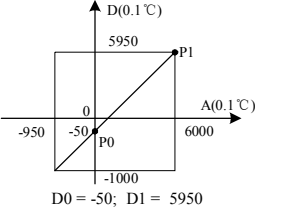

图 4-3 特性更改举例
- 若实际使用时 IVC-EH-4PT 测量值偏高 5℃（41°F）时，通过设定特性调整的两点 P0(0,-50)，P1(6000,5950)可消除误差，参见图 4-3 实例。
如下例所示，IVC-EH-4PT 连接在扩展模块的 0 号位置，使用第 1 通道接入 Pt100 型热电阻输出摄氏度温度，第 2 通道接入 Cu100 型热电阻输出摄氏度温度，第 3 通道接入 Cu50 型热电阻输出华氏度温度，关闭第 4 通道，平均值点数设为 4，并且用数据寄存器 D1、D3、D5 接收平均值转换结果。设置的方法如图 4-1 至图 4-3 所示。进一步详细说明参见《IVC 系列可编程控制器编程参考手册》。为方便您配置寄存器，直接使用软件提供的扩展模块配置界面直接配置，而无需使用 FROM 和 TO 指令。配置步骤如下：